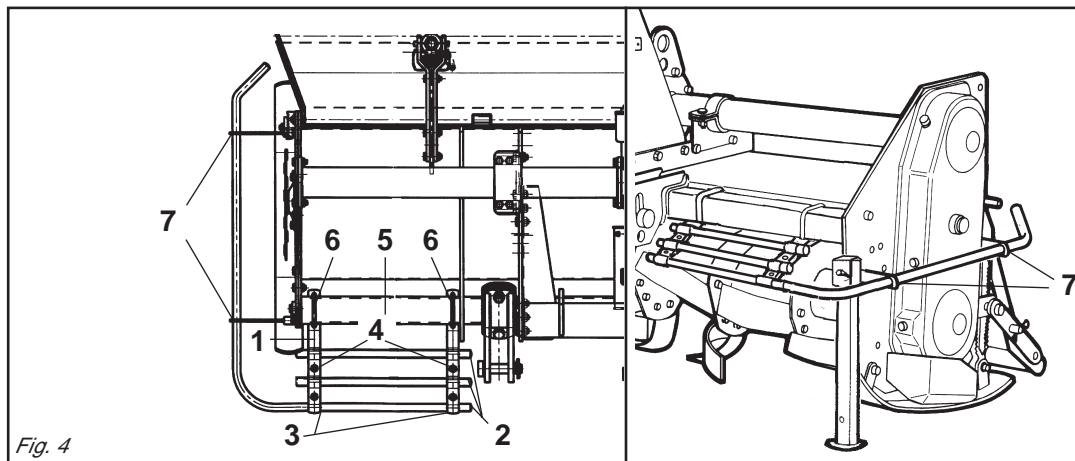

Fig. 4
- Il gruppo delle protezioni, composto dall'attacco (1 Fig. 4) che fa da fermo per i tubi (2 Fig. 4) bloccati dalla staffa (3 Fig. 4) e dalle viti (4 Fig. 4), è fissato al tubo quadro anteriore (5 Fig. 4) mediante i cavallotti (6 Fig. 4), e va posizionato uno a destra e uno a sinistra il più esternamente possibili.
- Lateralmente, su entrambe le fiancate, vanno fissate tramite le viti delle protezioni sagomate (7 Fig. 4).
- *The protection unit, consisting of the coupling (1 Fig. 4) that acts as a clamp for the pipes (2 Fig. 4) locked by the bracket (3 Fig. 4) and by the screws (4 Fig. 4), is fixed to the square front pipe (5 Fig. 4) by the U-bolts (6 Fig. 4) and should be positioned as far outwards as possible, one on the right and the other on the left.*
- *The shaped protections should be fixed laterally with screws to both the sides (7 Fig. 4).*
- Die Gruppe der Schutzvorrichtungen, die sich aus dem Anschluß (1 Abb. 4), der zur Arretierung für die Rohre (2 Abb. 4) dient, die durch den Bügel (3 Abb. 4) blockiert werden, und den Schrauben (4 Abb. 4) zusammensetzt, wird am vorderen Vierkantrohr (5 Abb. 4) mit den U-Bolzen (6 Abb. 4) befestigt. Eine davon ist rechts und eine links, so weit wie möglich außen anzubringen.
- Seitlich auf den beiden Seitenteilen sind die geformten Schutzteile (7 Abb. 4) mit Schrauben zu befestigen.
- *Le groupe des protections, comprenant l'attelage (1 Fig. 4) qui sert de butée pour les tubes (2 Fig. 4) bloqués par la bride (3 Fig. 4) et par les vis (4 Fig. 4), est fixé au tube carré avant (5 Fig. 4) par des crampons (6 Fig. 4). Positionner une protection à droite et une à gauche, le plus possible à l'extérieur.*
- *Les protections galbées doivent être fixées latéralement, des deux côtés avec les vis des protections (7 Fig. 4).*
- De beschermdelen bestaande uit, de aankoppeling (1 fig. 4) die dient ter afsluiting van de buis (2 fig. 4) die door de beugel (3 fig. 4) geblokkeerd wordt, en d.m.v. schroeven (4 fig. 4) vastgezet wordt, word aan de voorste vierkant buis (5 fig. 4) met een u-bout (6 fig. 4) bevestigd, een links en een rechts zo ver mogelijk uit elkaar.
- De beschermdelen moeten lateraal met schroeven bevestigd worden aan beide kanten (7 fig. 4).